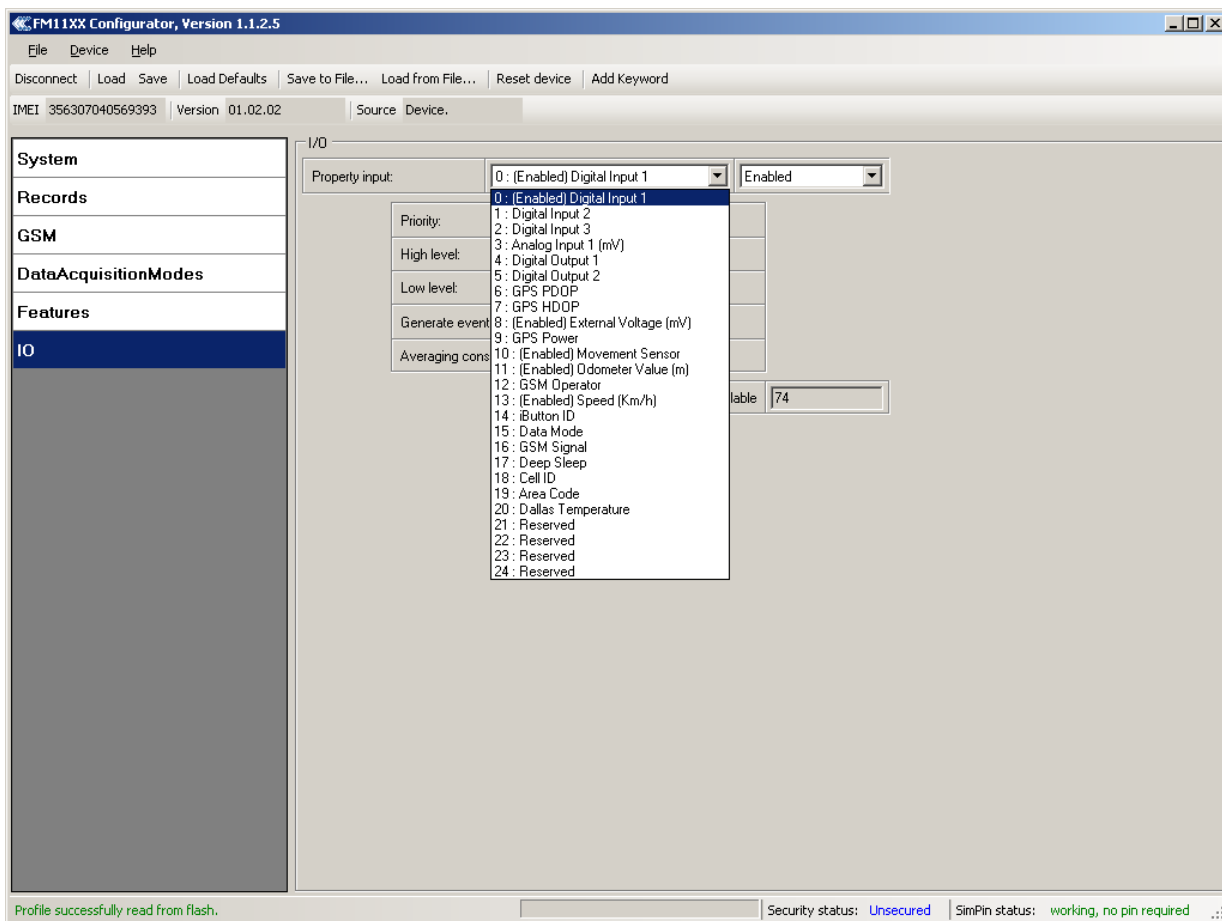

Рисунок 1
- 3.1. Терминал регистрируется на сервере специалистами техподдержки Телтоники. Терминал настраивается с помощью сервисной программы FM11XXX Configurator. Подключение датчиков в сервисной программе FM11XXX Configurator показано на Рис.1: